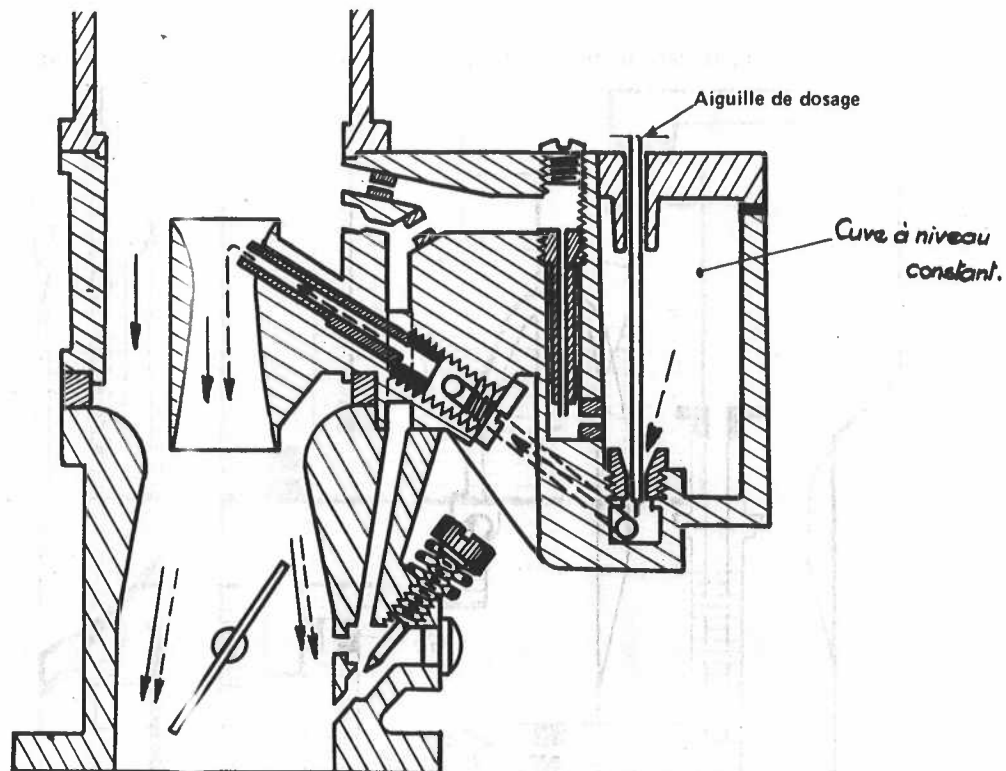

Fig. 8 -
b) Principe de l'aiguille de dosage (Fig. 8) :